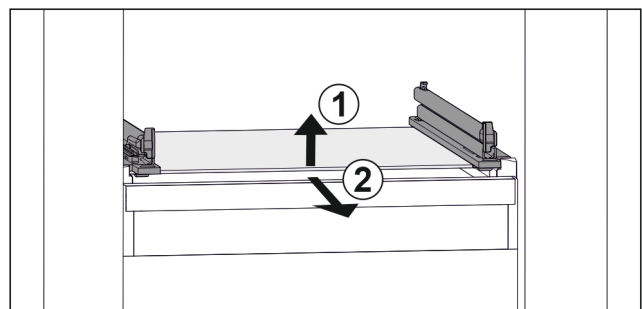

Fig. 131 Приблизне відображення скляної пластини
- ▶ Підняти скляну пластину спереду. Fig. 131 (1)
- ▶ Вийняти скляну пластину рухом вперед. Fig. 131 (2)